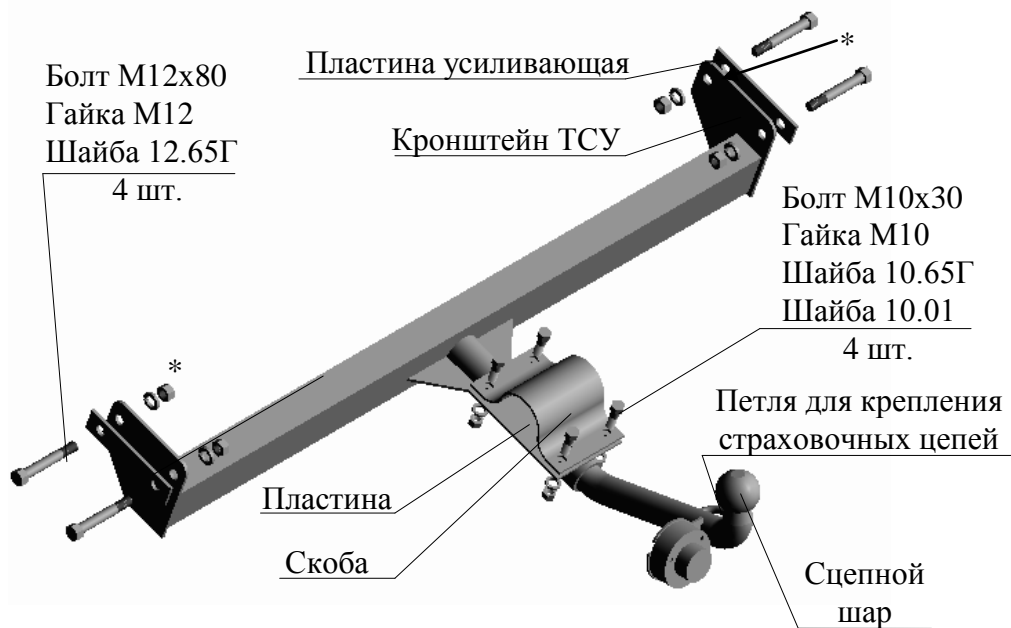

Рис.1 Тягово-сцепное устройство ТСУ 7311 (КИА-С)
2.1 ТСУ 7311 в сборе (рис.1)	1 шт.
2.2 Пакет с комплектующими (см. рис.1)	1 шт.
- 4.2 Установить ТСУ на автомобиль, совместив отверстия в кронштейнах ТСУ (на Рис. 1 отмечены *) с технологическими отверстиями в лонжеронах автомобиля. Подвесить ТСУ на болты М12х80.
- 4.3 Повернуть ТСУ до касания пластины с траверсой круглого сечения. Установить скобу на траверсу круглого сечения автомобиля и соединить её с пластиной ТСУ четырьмя болтами М10х30 согласно рис. 1.
- 4.4 Просверлить в лонжеронах автомобиля размеченные отверстия. Установить ТСУ на автомобиль и закрепить в соответствии с Рис. 1.